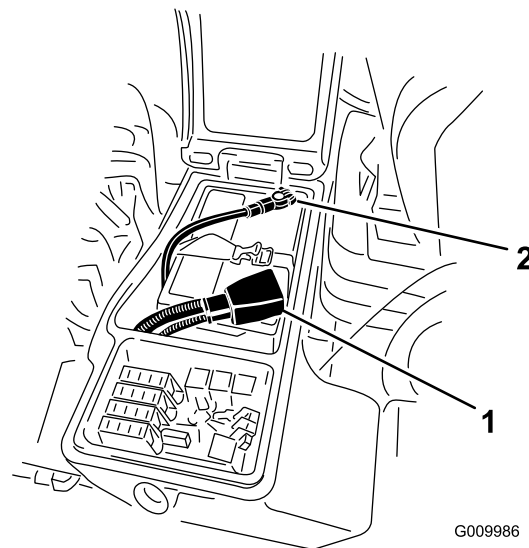

図 92
3. バッテリーのマイナス-端子からマイナスケーブル黒を外し、次に、プラス+端子からプラスケーブル赤を外す 図 92。
6. 赤いケーブルをバッテリーの端子に、黒いケーブルはバッテリーの端子に固定する 図 92